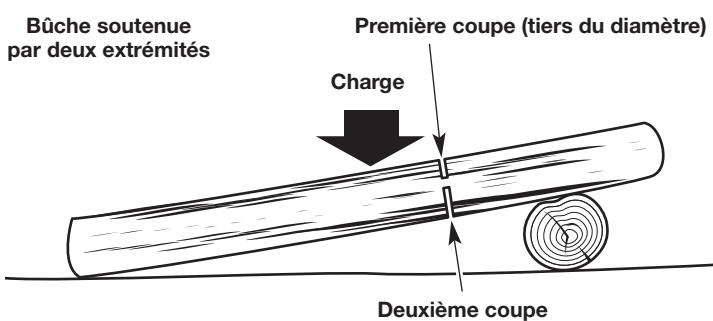

Fig. 30
- Si la bûche est soutenue sur deux extrémités (Fig. 30), faites la première coupe depuis le haut (*tronçonnage par dessus*). Reportez-vous à *Tronçonnage par-dessus*.